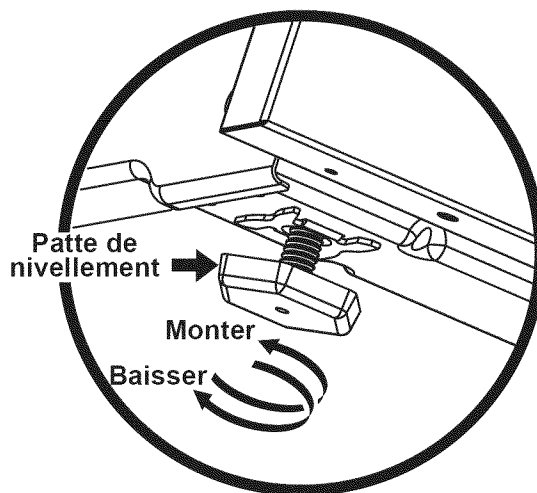
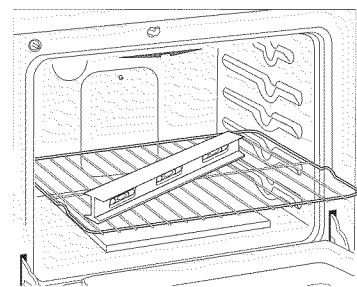

Figure 11
Figure 15
- Vérifiez si l'appareil est à niveau en installant une grille au centre du four et en plaçant un niveau à bulle sur cette dernière (Figure 15).
- Déposez un niveau à bulle sur la grille (figure 15). Prenez 2 lectures en plaçant le niveau en diagonale dans une direction, puis dans l'autre direction. Si nécessaire, ajustez les 4 vis de nivellement avec une clé à molette (voir figure 11).